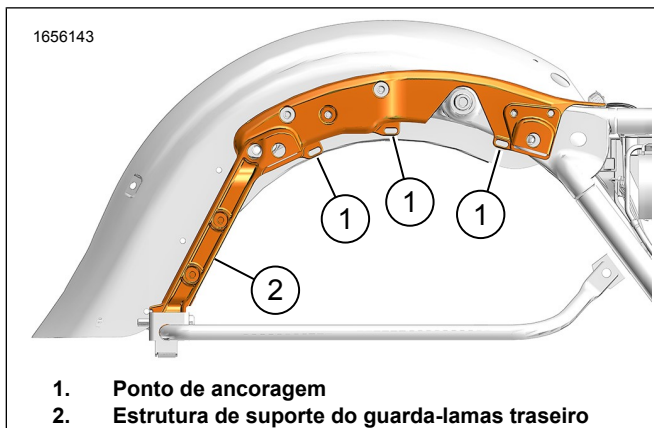

Figura 16. Estrutura de Suporte do Guarda-lamas Traseiro
14. Ver a Figura 16. Encaminhar e fixar os chicotes de fios com abraçadeiras.